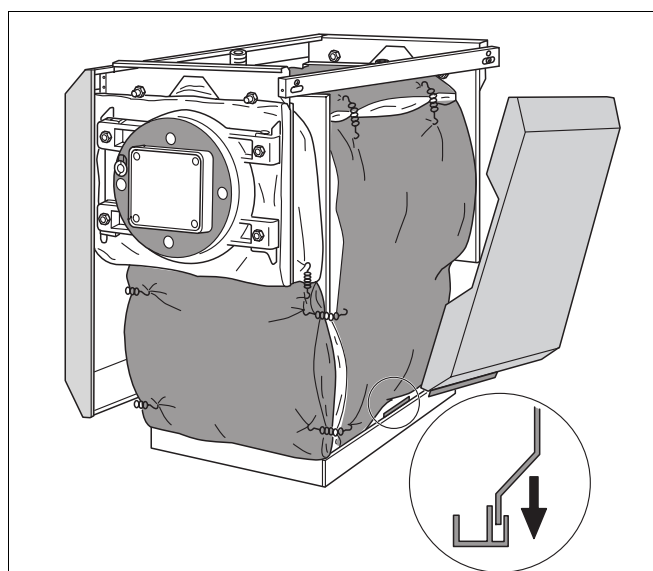

Fig. 9 Montering af sidevægge
- Sæt sidevæggene på forneden med afkantningen bag kedelrammen og midtfor i slidsen (fig. 9).